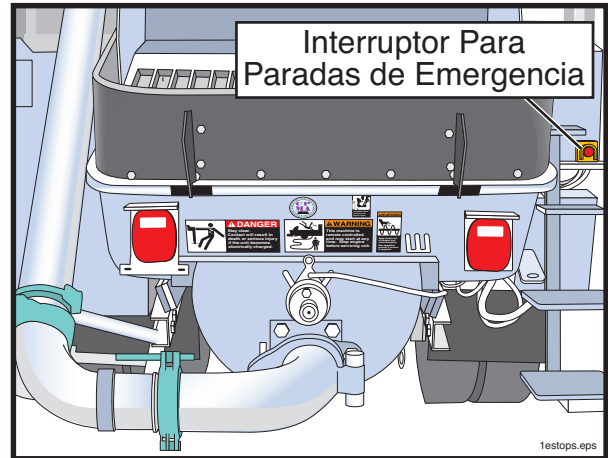

Figura 67
- 16.1 **⚠️ ADVERTENCIA** Ud. deberá saber cómo parar la bomba y la pluma. Haga que el operador le muestre las ubicaciones de los interruptores para paradas de emergencia (Figura 67).